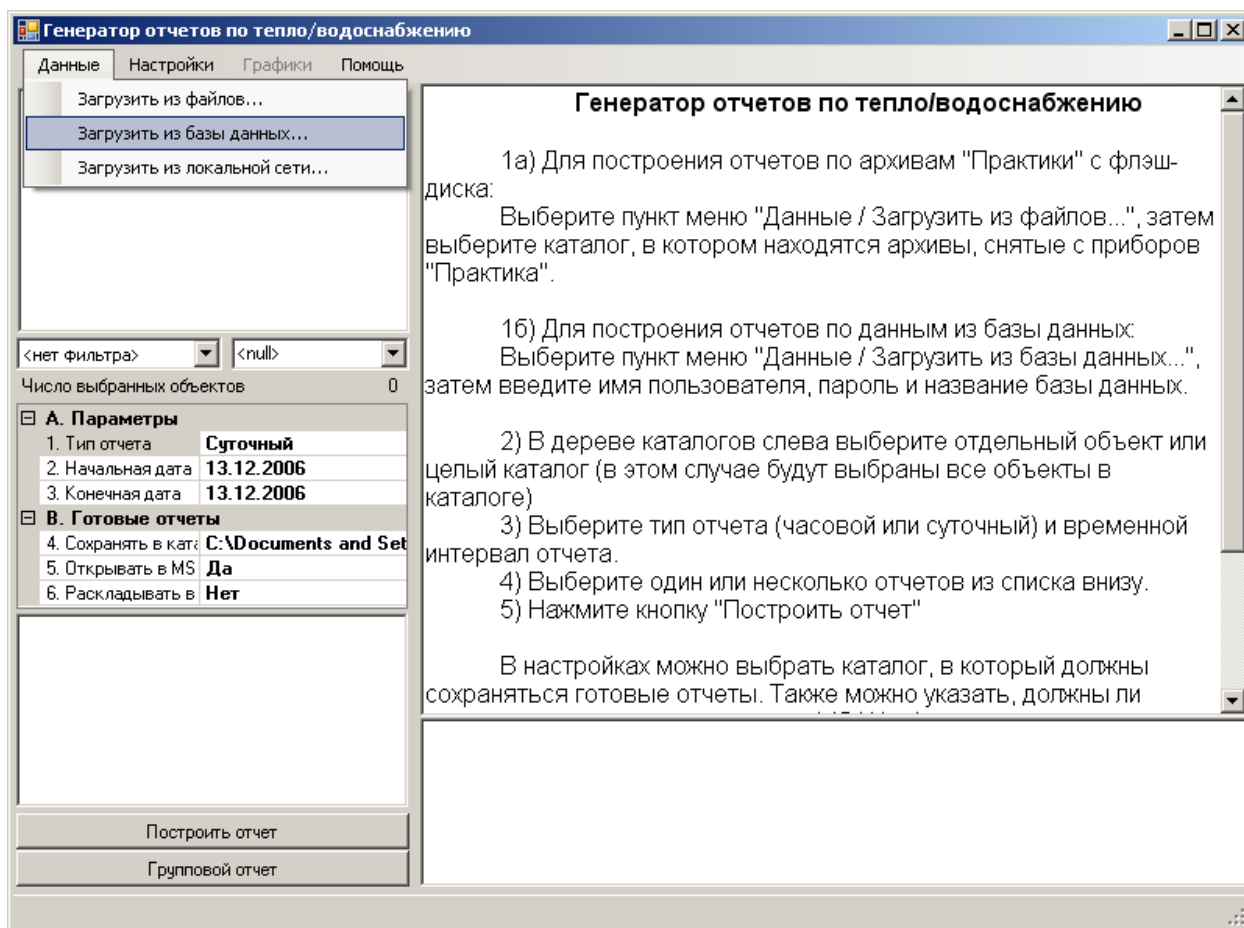

Рисунок 7
- 5.1. Чтобы подключиться к базе данных, выберите пункт меню “Данные / Загрузить из базы данных...” (см. рис. 7).